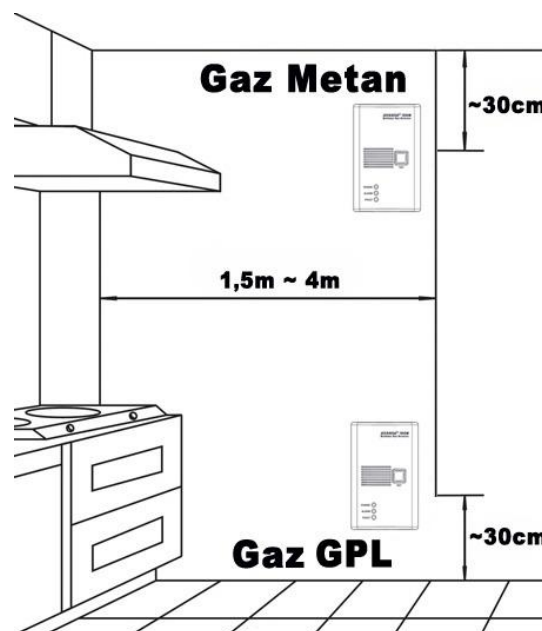

Fig. 2
- Detectorul se va monta pe perete, la aproximativ 30 de centimetri sub nivelul tavanului, în cazul în care se intenționează detectarea unor scurgeri de gaz Metan. Gazul Metan fiind mai ușor decât aerul se va acumula în partea de sus a încăperii. Pentru detectarea gazului GPL (Butan, Propan) detectorul se va monta pe perete, la o înălțime de aproximativ 30 de centimetri de nivelul podelei. Gazul GPL este mai greu decât aerul, acesta se va acumula în partea de jos a încăperii (Fig. 2).